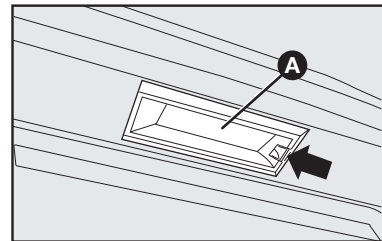

fig. 21
LUZ DE PLACA - fig. 21
1) retirar o refletor **A-fig. 21** atuando na trava indicada pela seta.